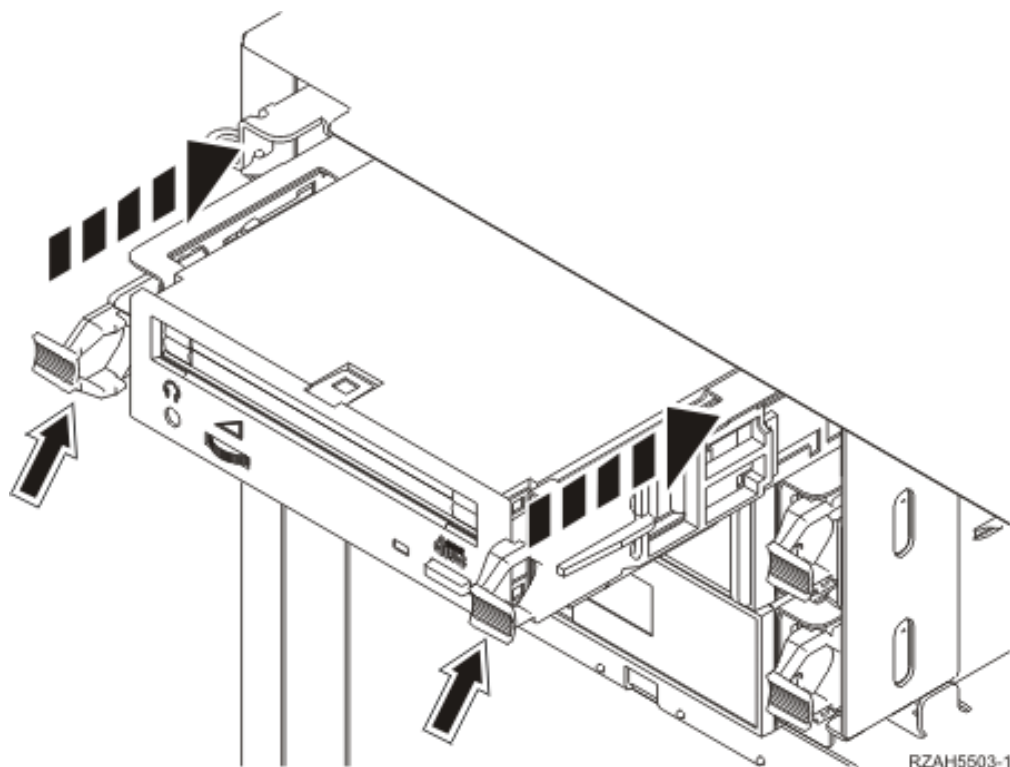

Figura 6. Instalar o dispositivo de suporte de dados amovível
- ___ 4. Consulte a Figura 6 e alinhe o dispositivo com a posição de onde removeu o bisel de preenchimento.